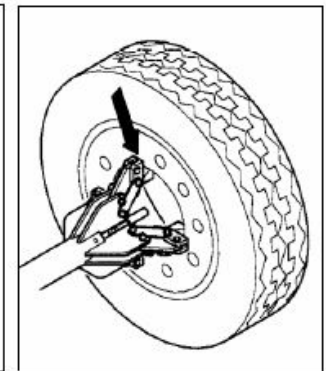

Рис.7
- Отрывайте борт шины, двигая ручку + зажим слева направо, пока зажим непрерывно вращается (по часовой стрелке). Продолжайте эту процедуру, следуя по контуру обода, пока борт не будет полностью оторван (Рис.7).